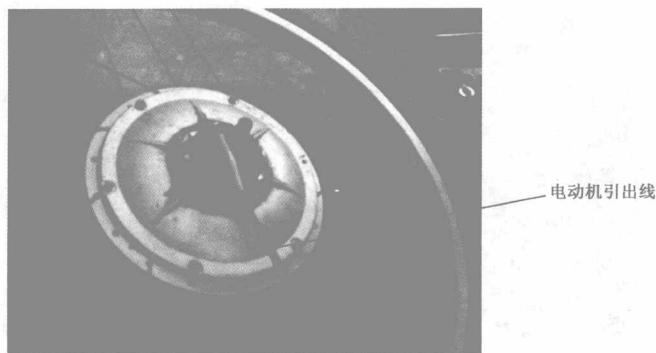

图2-3 有齿高速电动机
(2) 按有无齿轮分类电动机实物, 如图 2-3~图 2-4 所示。